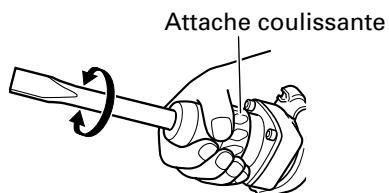

Fig. 9
- Tourner l'attache coulissante comme indiqué à la Fig. 9 et fixer dans le sens de travail voulu.
- Commuter le sélecteur sur "frappe" en procédant comme indiqué au point (1) ci-dessus et fixer la position de l'outil.